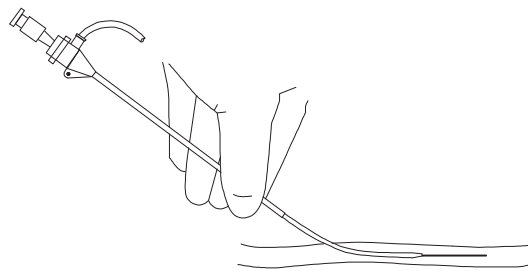

図 2
- (4) 血管造影用穿刺針（市販品）を血管に穿刺する。穿刺針の位置を保持しながら、シース導入用ガイドワイヤー（付属品又は市販品）の先端が柔軟な端を穿刺針を介して血管に挿入する。先端 J 型のガイドワイヤーを使用する場合は、挿入前にインサクションツールで先端 J をまっすぐに伸ばしてから挿入する。ゆっくりとシース導入用ガイドワイヤーを必要な長さまで挿入する。
- (5) シース導入用ガイドワイヤーが移動しないように注意して穿刺針を抜き、シースイントロドューサーを血管内に挿入するまで穿刺部を指圧する。
- (6) カニューラとダイレーターはシース導入用ガイドワイヤーを介し、キックを防ぐためなるべく皮膚の近くのカニューラ部を持ちながら挿入する。回転させるような感じで、本品を皮下組織から血管内に挿入する。（図 2 参照）。